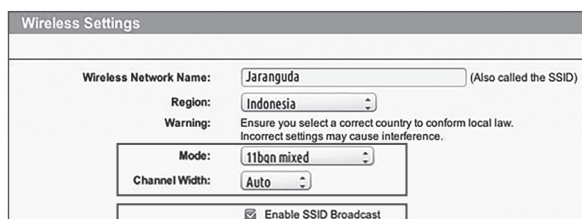

Fig. 1
2. Zorg ervoor dat de router in de 802.11-modus onder de de draadloze instelling b/g/n gemengd werkt. (Zie Afb. 1)
3. Zorg ervoor dat het routerkanaal/bandbreedte van de draadloze instelling Auto of 20M of 20M gemengd met 40M is. (Zie Afb. 1)
4. Zorg ervoor dat op uw router de SSID Broadcast-functie werd ingeschakeld als u de APP op de machine aansluit. Nadat u een succesvolle verbinding hebt verkregen, kunt u de die sluiten. (Zie Afb. 1)